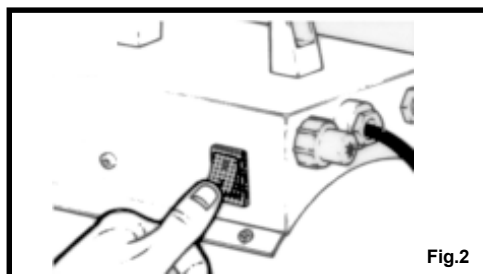

Fig.2
2. Включите вентилятор выключателем с белой кнопкой (смотри рисунок 2).